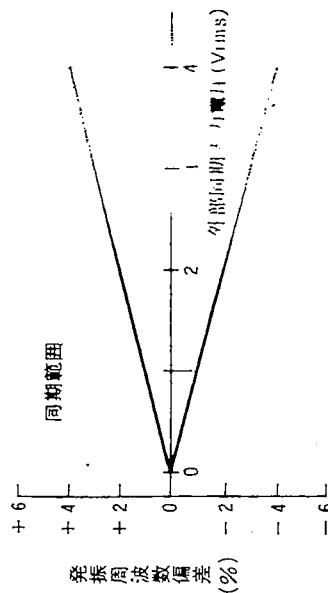

図 2
背面のSYNC端子⑩に外部からの正弦波を加えることにより、本器の発振周波数を外部信号に同期させることができます。同期範囲は、図2に示すように同期信号の入力電圧に比例して大きくなり、入力電圧1Vに対して約±1%の範囲の周波数まで同期させることができます。